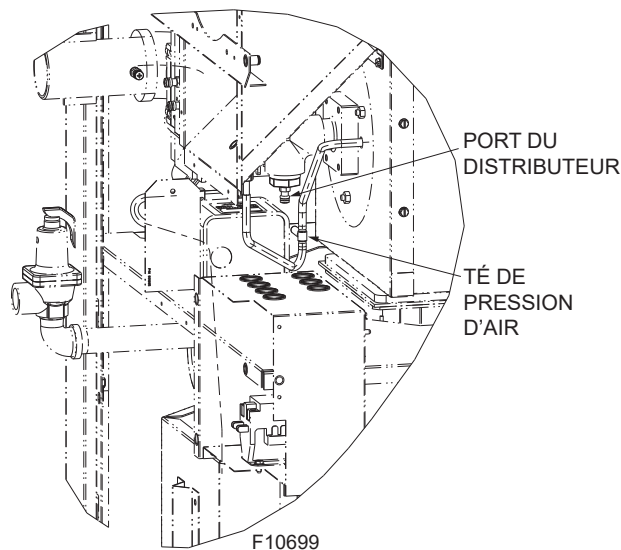

Figure 44. Té de pression d'air
3. Connectez un manomètre gradué de 12 po au tuyau d'aspiration du ventilateur. Retirez le capuchon noir du té de prise de pression d'air, comme indiqué à la **Figure 44** et connectez le manomètre. **NOTE:** conservez les capuchons pour réutilisation ultérieure.
1. Mesurez la dépression générée par le ventilateur en raccordant un manomètre au té de pression d'air comme indiqué à la **Figure 44**, à une puissance de chauffe de 100%. La lecture doit être celle indiquée au **Tableau T** (gaz naturel et propane).